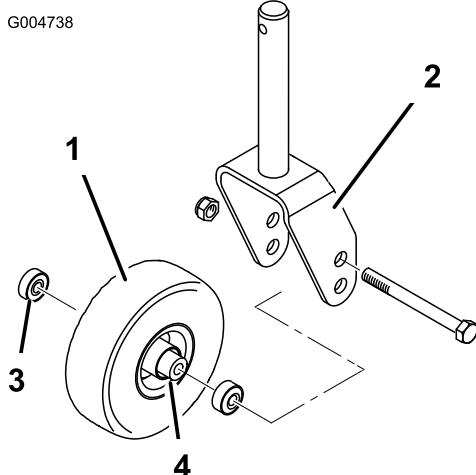
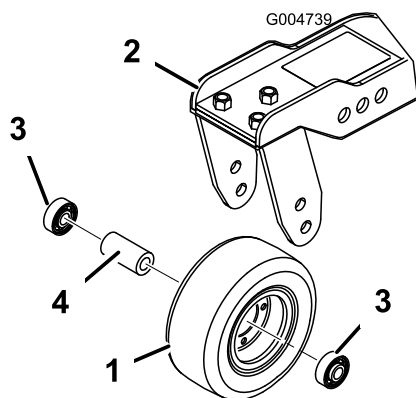

Figura 85
Figura 86
1. Togliete il dado di bloccaggio dal bullone che fissa il gruppo ruota orientabile alla forcella (Figura 85) o al braccio di rotazione (Figura 86). Afferrate la ruota orientabile ed estraete la vite a testa cilindrica dalla forcella o dal braccio di rotazione.
2. Togliete il cuscinetto dal mozzo della ruota e lasciate cadere il distanziale del cuscinetto (Figura 85 e Figura 86). Togliete il cuscinetto dalla parte opposta del mozzo della ruota.